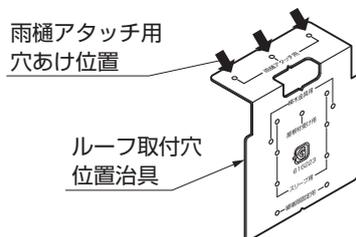

図12-53
- ①ルーフ取付穴位置治具を樋にあて、ポンチ等でケガキ、ドリルで水抜き穴 $\phi 36$ と雨樋アタッチメント取付穴 $\phi 3.5$ をあけてください。(図12-53、12-54、12-55参照)